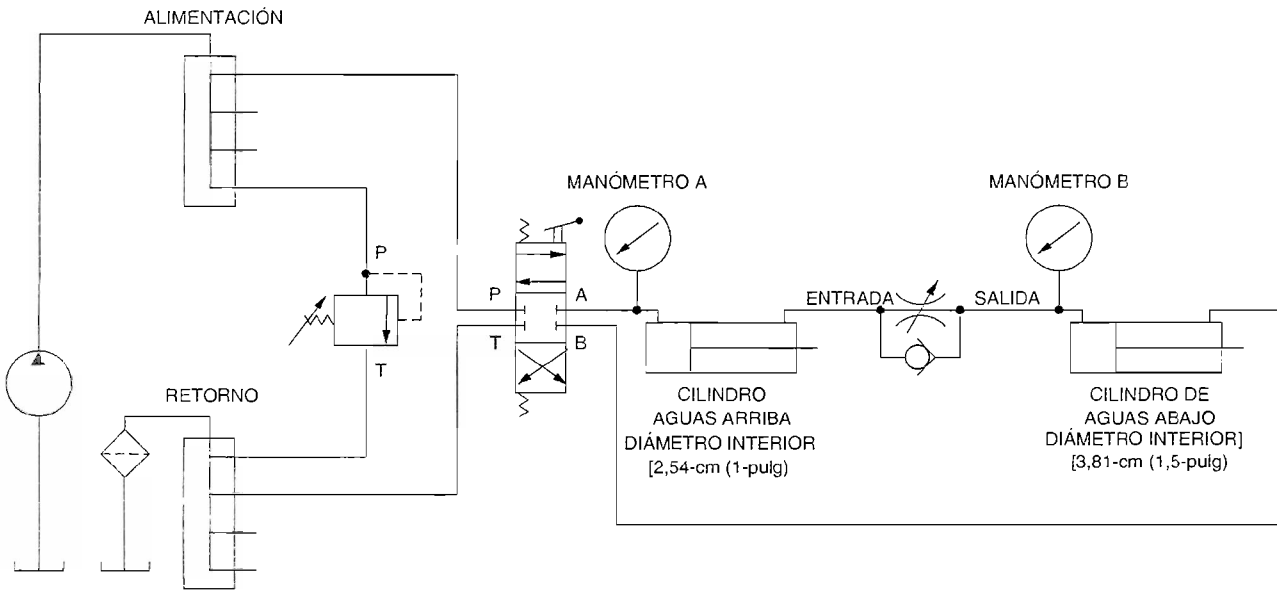

Figura 3-8. Circuito en serie en el cilindro aguas arriba.
- 1. Conecte el circuito mostrado en la Figura 3-8. En este circuito, la válvula de control de flujo no compensada actuará como un dispositivo de carga en el cilindro aguas arriba [diámetro interior de 2,54 cm (1 pulg)].
Nota: Si los vástagos de los cilindros de 2,54 cm (1 pulg) y 3,81 cm (1,5 pulg) de diámetro interior no están completamente retractsos, no conecte el circuito de la figura 3-8. En vez de eso retracte el vástago de cada cilindro hidráulicamente utilizando el circuito de actuación del cilindro mostrado en la figura 2-10. Cuando ambos vástagos estén retractsos, conecte el circuito mostrado en la figura 3-8.